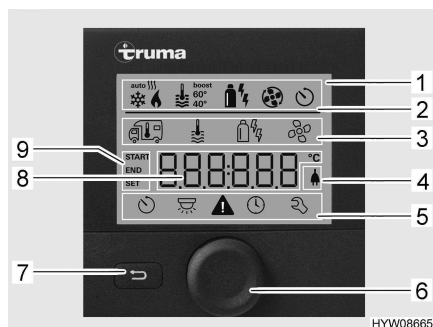
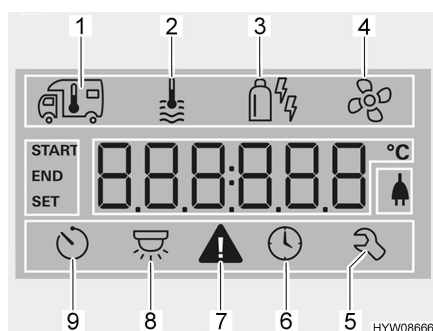

Fig. 82 Unidad de mando con visualizaciones
Fig. 83 Display (unidad de mando)
- Línea de estado (Fig. 82,2)
- Línea del menú superior (Fig. 82,3)
- Zona de visualización (Fig. 82,8)
- Línea del menú inferior (Fig. 82,5)
- Pulsar el pulsador giratorio (Fig. 82,6) por aprox. 3 segundos. Se visualizarán las dos líneas de menú (Fig. 82,3 y Fig. 82,5). El primer símbolo parpadeará.
- Girar el pulsador giratorio (Fig. 82,6) hasta que parpadee el símbolo de menú deseado.
- Pulsar el pulsador giratorio para guardar el valor ajustado. Si sin embargo no se desea cambiar el valor ajustado originalmente: Pulsar la tecla Atrás (Fig. 82,7).
- Girar el pulsador giratorio (Fig. 82,6) hasta que parpadee el símbolo de menú Calefacción (Fig. 83,1).
- Pulsar el pulsador giratorio para guardar el valor ajustado. El símbolo en la línea de estado (Fig. 82,2) parpadeará hasta que se haya alcanzado la temperatura ambiente ajustada. Si sin embargo no se desea cambiar el valor ajustado originalmente: Pulsar la tecla Atrás (Fig. 82,7).
- Girar el pulsador giratorio (Fig. 82,6) hasta que parpadee el símbolo de menú Agua caliente (Fig. 83,2).
- Pulsar el pulsador giratorio para guardar el valor ajustado. El símbolo en la línea de estado (Fig. 82,2) parpadeará hasta que se haya alcanzado la temperatura de agua caliente ajustada. Si sin embargo no se desea cambiar el valor ajustado originalmente: Pulsar la tecla Atrás (Fig. 82,7).
- Girar el pulsador giratorio (Fig. 82,6) hasta que parpadee el símbolo de menú de modo de funcionamiento (Fig. 83,3).
- Pulsar el pulsador giratorio para guardar el modo de funcionamiento ajustado. Si sin embargo no se desea cambiar el modo de funcionamiento ajustado originalmente: Pulsar la tecla Atrás (Fig. 82,7).
- Girar el pulsador giratorio (Fig. 82,6) hasta que parpadee el símbolo de menú Ventilador (Fig. 83,4).
- Girar el pulsador giratorio (Fig. 82,6) hasta que parpadee el símbolo de menú Reloj programador (Fig. 83,9).
- Pulsar el pulsador giratorio. El reloj programador estará activado. El símbolo Reloj programador (Fig. 83,9) parpadeará si el reloj programador está programado y activo.
En caso de una advertencia, parpadeará el símbolo de advertencia (Fig. 83,7). La calefacción continuará funcionando. Si sólo se trata de una avería temporal, el símbolo de advertencia se apagará automáticamente.